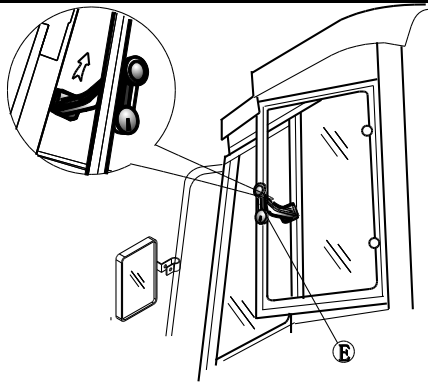

Figura 4-25 Ventana lateral
(3) Ventana lateral (vea Figura 4-25)